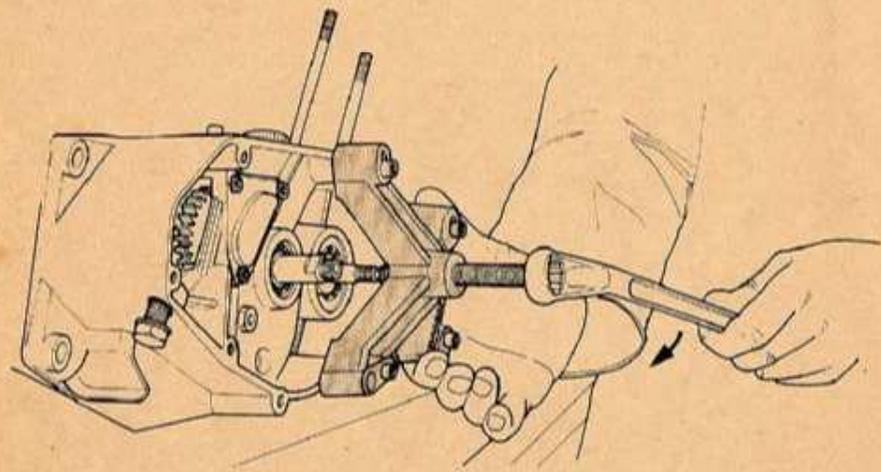

FIG. 27 Estrazione imbiellaggio
- 24) **SFILARE** l'imbiellaggio dalla propria sede applicando l'apposito estrattore (cod. 05.0017.0) al semicarter lato frizione (fig. 27).